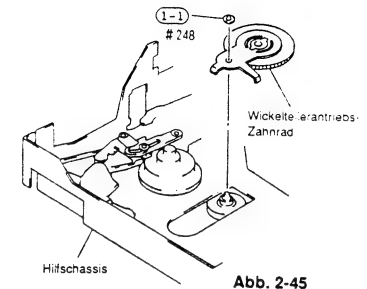

Abb. 2-45
- 1) Eine (1) Scheibe entfernen, mit welcher das Wickeltellerantriebs-Zwischenrad befestigt ist (siehe Abb. 2-45).